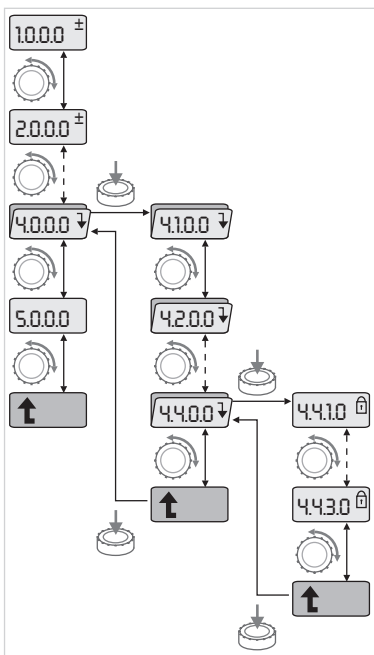

Fig. 30: Ejemplo de navegación
- Efectuar la navegación general en el menú de la siguiente forma (ejemplo, véase Fig. 30):